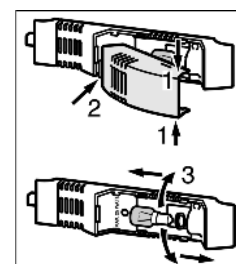

Fig. 8
- ▶ Het afdekkapje van de lamp boven en onder vastpakken *Fig. 8 (1)*.
- ▶ Het afdekkapje achter losklikken en verwijderen *Fig. 8 (2)*.
- ▶ Vervang de gloeilamp *Fig. 8 (3)*.